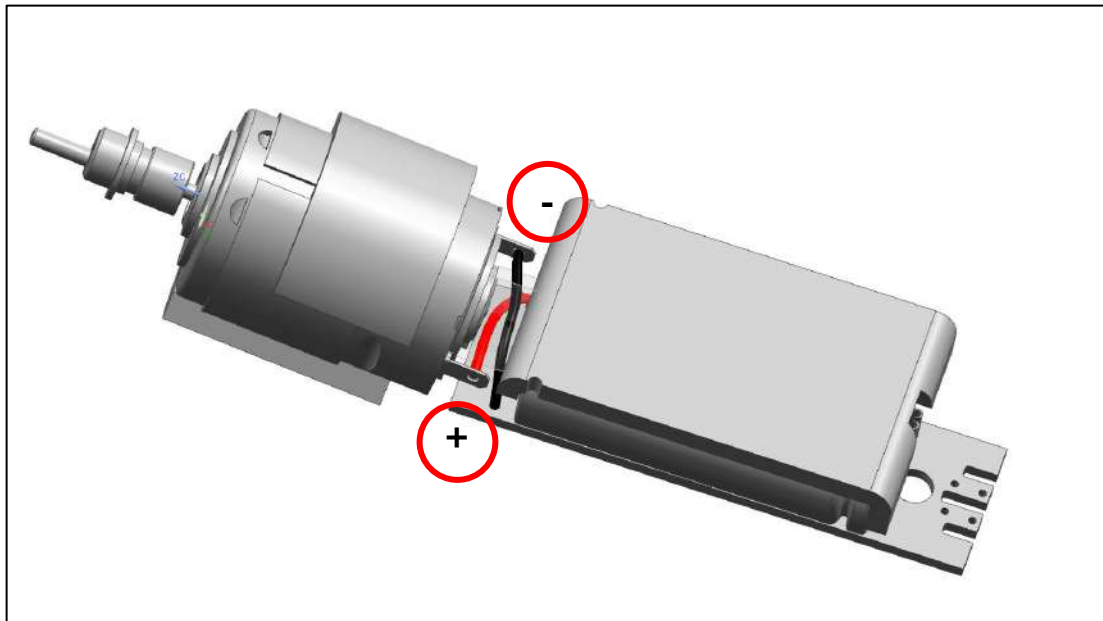
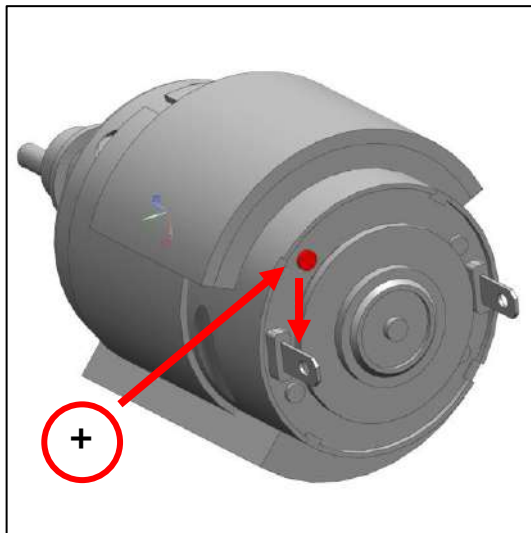

Abb. 35
Abb. 36
- a) Löten Sie die Litzen der Platine an den Motor (Abb. 35).
Vorsicht: Beachten Sie die Polung entsprechend der Kennzeichnung auf dem hinteren Motorlagerschild (Abb. 35, Abb. 36)!